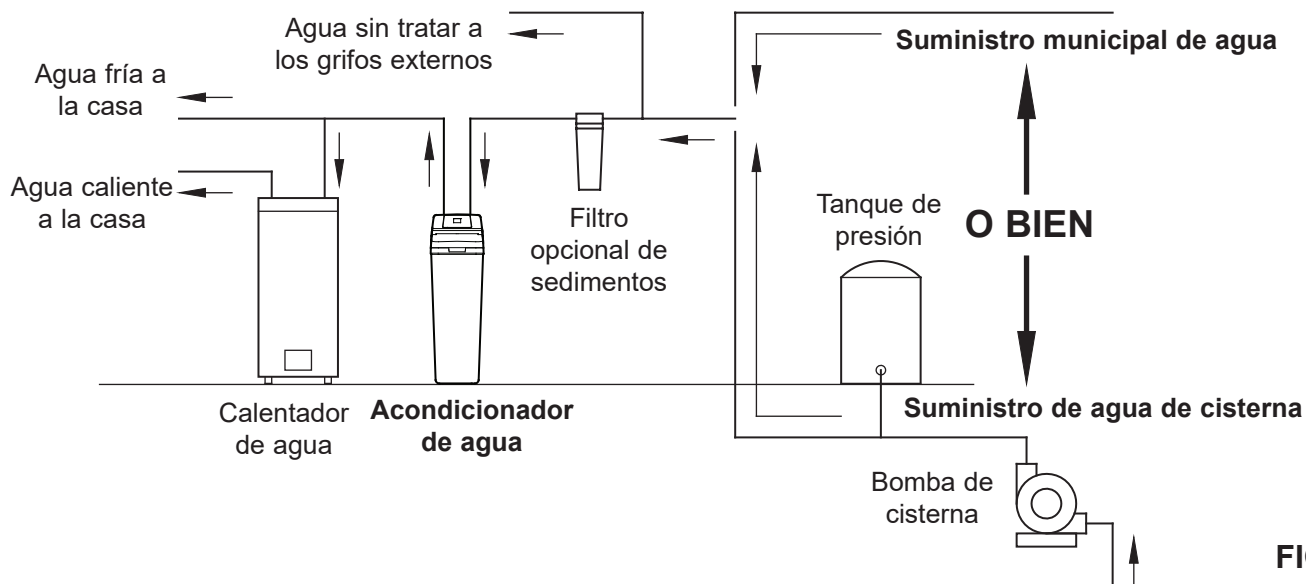

FIG. 4
- Siempre instale el acondicionador de agua entre la entrada del agua y el calentador de agua. Cualquier otro equipo de acondicionamiento de agua instalado debe colocarse entre la entrada de agua y el acondicionador de agua (vea la Fig. 4 a continuación).